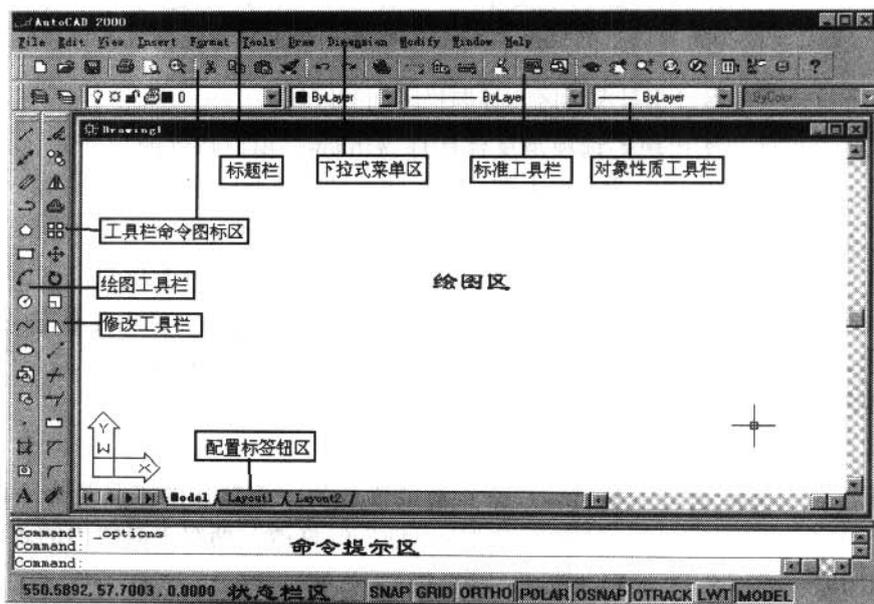

图 1-3
首先，要开始学 AutoCAD 就要先了解 AutoCAD 主窗口画面。了解主窗口画面的各部位功能，将有助于熟练 AutoCAD 的窗口操作方式，以使日后的操作更有效率。图 1-3 就是初次进入 AutoCAD 2000 的屏幕窗口画面：
如图 1-3 所示，各部分分别为：
- **屏幕菜单区**（在绘图区的右边，图 1-3 中未显示）